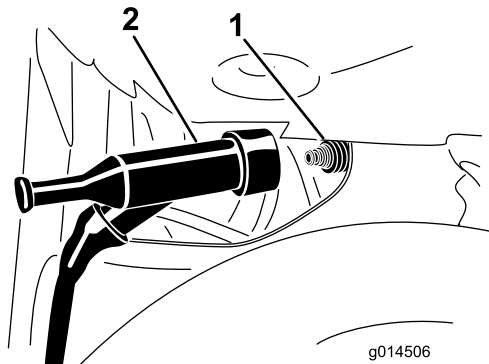

Figura 15
2. Retire el cable de bujía (Figura 15).